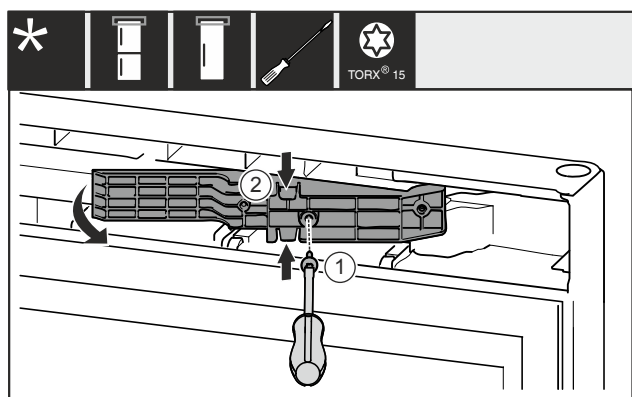

Fig. 16 *
- Izņemiet skrūvi Fig. 16 (1)*.
- Viegli saspiediet adapteri Fig. 16 (2) augšā un apakšā un izvelciet ārā.*